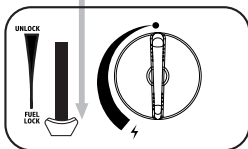
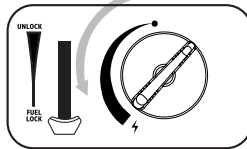

fig. 3
fig. 4
3. Premere la leva della cartuccia (6) verso il basso (fig. 3) e chiudere il coperchio della cartuccia.
4. Se si sente un "sibilo", la cartuccia non è stata inserita correttamente. Non tentare di accendere l'apparecchio, ma spostare la leva (6) in posizione "UNLOCK" e ripetere i passaggi (1-4).
5. Ruotare completamente la manopola (8) in posizione di accensione fino allo scatto. (fig. 4) Ripetere l'operazione fino all'accensione del bruciatore.